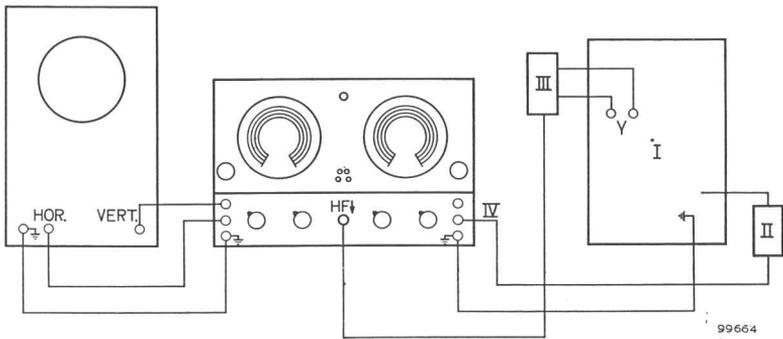

Bild 12. Messaufstellung für die Aufnahme von Durchlasskurven
1. Die in Bild 12 angegebene Messanordnung aufstellen.
Wegen der Messanordnung siehe Bild 12.
Die Messanordnung findet man in Bild 12.